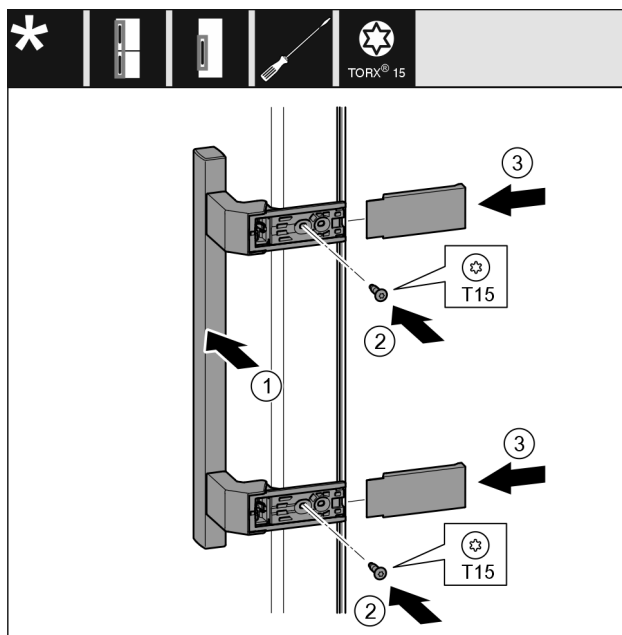

Fig. 20
- ▶ Helyezze fel a fogantyút Fig. 20 (1) a másik oldalra.
- ▶ Húzza meg a csavarokat Fig. 20 (2) csavarhúzóval.
- ▶ Helyezze fel a fedelet Fig. 20 (3) oldalra, és tolja fel őket.